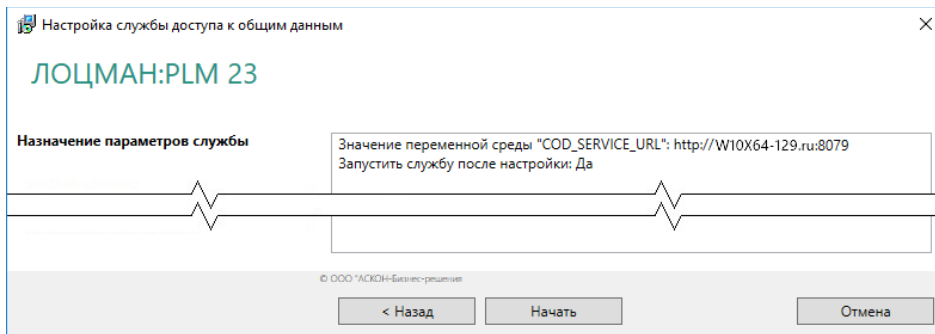

Рис. 3.8
6. В окне мастера настройки будут отображены назначенные параметры (рис. 3.8).